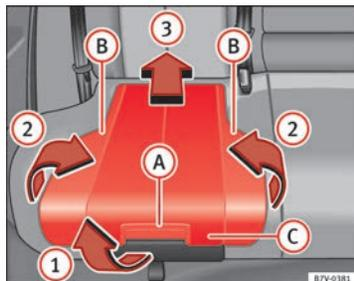
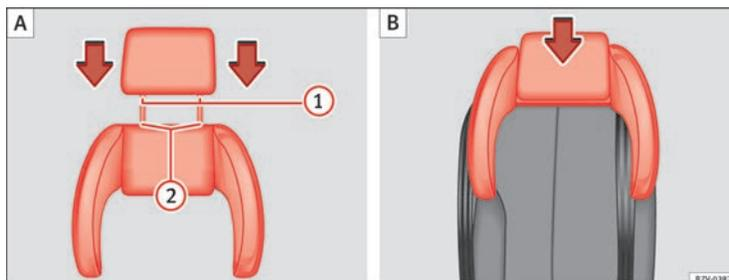

Fig. 29 Asiento integrado para niños: levantar el cojín.
Fig. 30 Asiento integrado para niños: colocar el apoyacabezas sobre el apoyacabezas lateral (A) y montar (B).
- Tire del cojín hacia delante por la palanca de desbloqueo ⇒ fig. 29 (A) en la dirección de la flecha (1).
- Pliegue hacia arriba ambos lados (B), en el sentido de la flecha (2).
- Empuje hacia atrás el cojín (C) en la dirección de la flecha (3) hasta que se encastre.
- Inserte las varillas-guía ⇒ fig. 30 (1) del apoyacabezas en los orificios del apoyacabezas lateral (2).
- Inserte el apoyacabezas junto con el apoyacabezas lateral en los orificios previstos en el respaldo correspondiente (B).